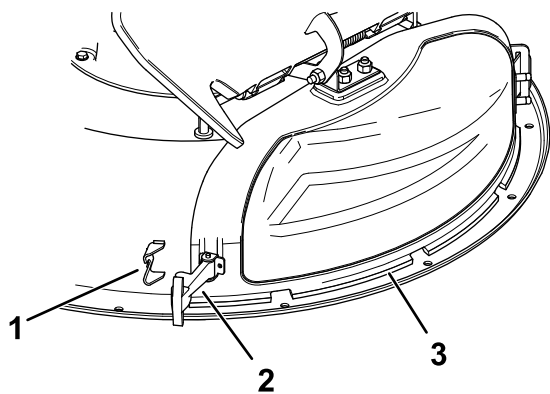

Figura 12
3. Liberate il dispositivo di chiusura flessibile dal relativo fermo sul coperchio dello scarico e aprite il coperchio dello scarico verso destra (Figura 12).
6. Fissate il coperchio dello scarico al piatto di taglio agganciando il dispositivo di chiusura flessibile, presente sul coperchio dello scarico, all'apposito fermo sul piatto (Figura 12).